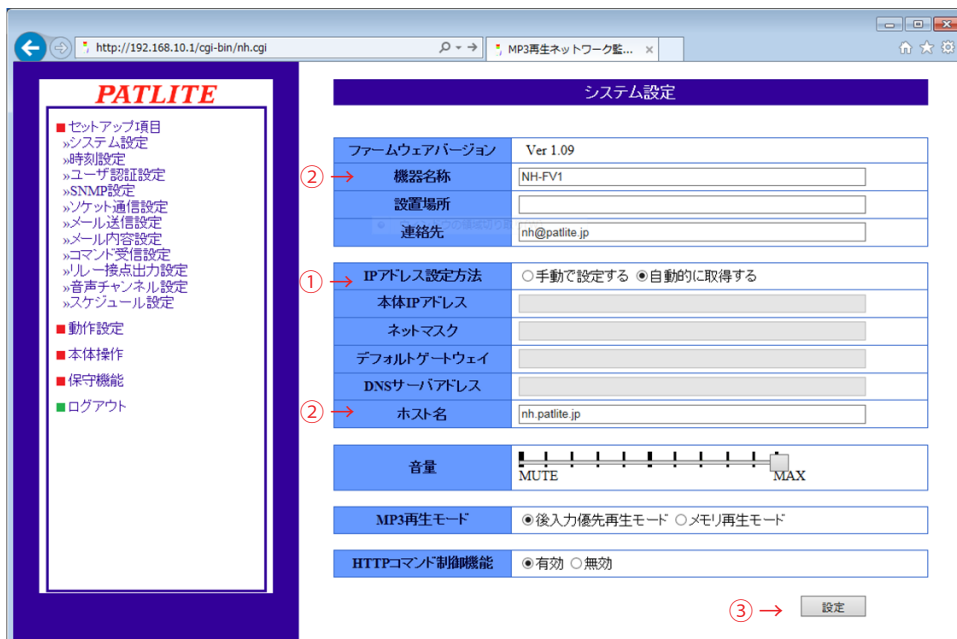
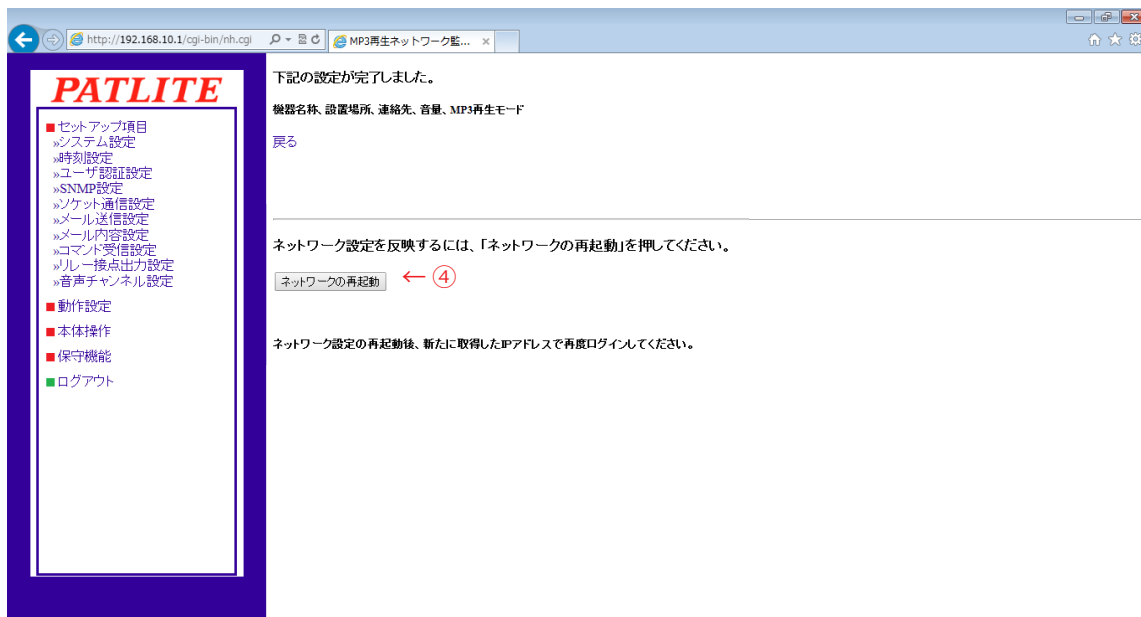

図 2.8.1 システム設定画面 (DHCP機能選択時)
図 2.8.2 ネットワーク設定再起動画面
- ① IPアドレス設定方法で「自動的に取得する」を選択します。(図 2.8.1 参照)
- ② 必要に応じて機器名称・ホスト名などの設定をおこなってください。
- ③ 変更後「設定」ボタンをクリックして設定を反映させてください。
- ④ 「設定」ボタンクリック後、設定反映のため「ネットワークの再起動」ボタンをクリックします。(図2.8.2参照)